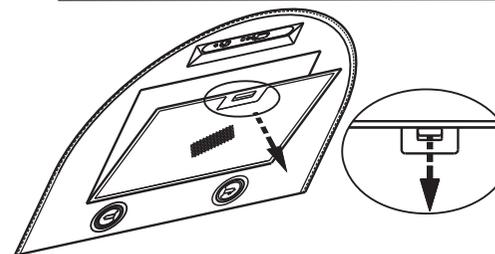

РИС. 4
- нажмите на пружинный замок на фильтре и потяните его вниз и на себя (рис. 4);